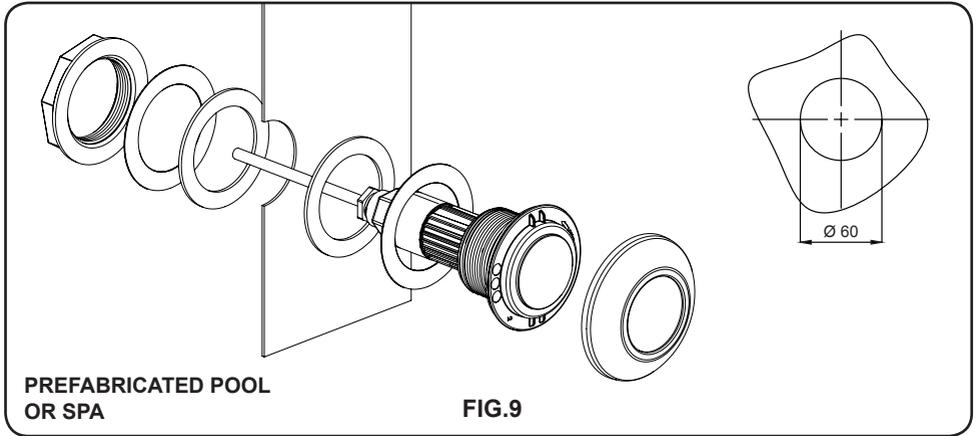

FIG. 9
2. Servindo-se de uma broca de copo, realizar um furo circular de 60 mm de diâmetro na parede (Fig. 9).
4. Colocar a porca 2" GAS pela parte posterior do tanque do SPA, enroscando a porca ao corpo do projetor (Fig. 9).